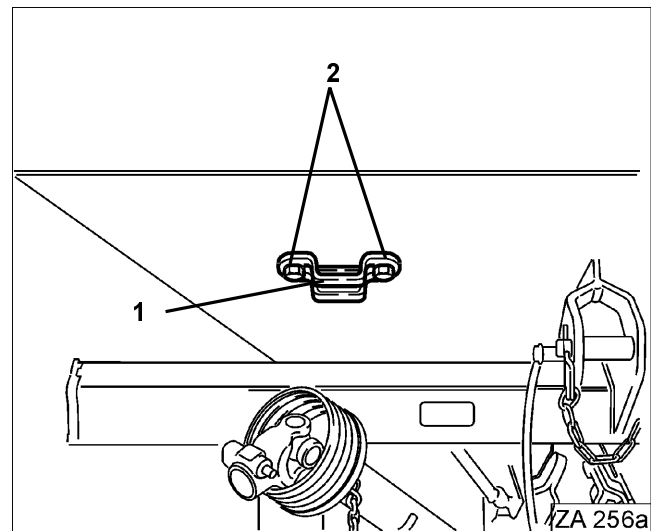

Fig. 60
- Twee gaten ($\varnothing$ 12 mm) voor de bevestigingsbouten (Fig. 60/1) op een willekeurige plaats boren.
- Houder (Fig. 60/2) met de bevestigingsbouten (Fig. 60/1) monteren.